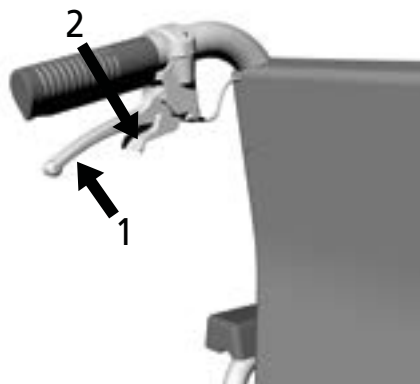

bild 14
Dra lika mycket i båda bromsspakar (1, bild 14).
1. Dra i båda bromsspakar (1, bild 14).
2. Tryck spärranordningarna bort från dig tills de klickar i (2, bild 14). Trumbromsen är nu ilagd.